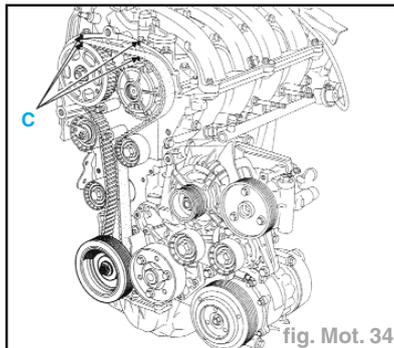

fig. Mot. 34
- Effectuer un repérage (C) à l'aide d'un crayon entre les poulies des arbres à cames et le carter chapeau des paliers d'arbres à cames (fig. Mot. 34).
- Aligner les repères (6) et (7) si nécessaire, en desserrant d'un tour maximum l'écrrou du galet tendeur tout en le maintenant à l'aide d'une clé six pans de **6 mm**. Puis serrer définitivement l'écrrou au couple de **2,8 daN.m**.
- Effectuer un repérage sur la couronne du déphaseur d'arbre à cames d'admission et la poulie d'échappement par rapport au carter chapeau de paliers d'arbres à cames (fig. Mot. 34).